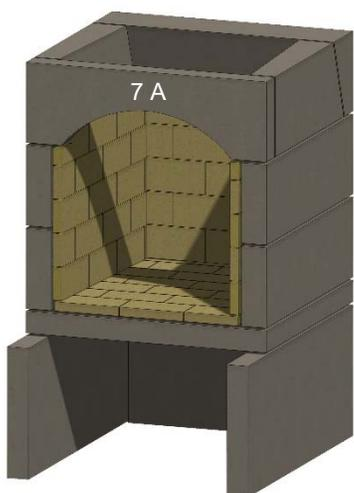

Figure 20. Linteau avant
L. Installez la pièce de linteau avant, (7A, pour le linteau arqué, comme illustré) ou (7S, pour les kits de linteau droit). Voir la figure 20.